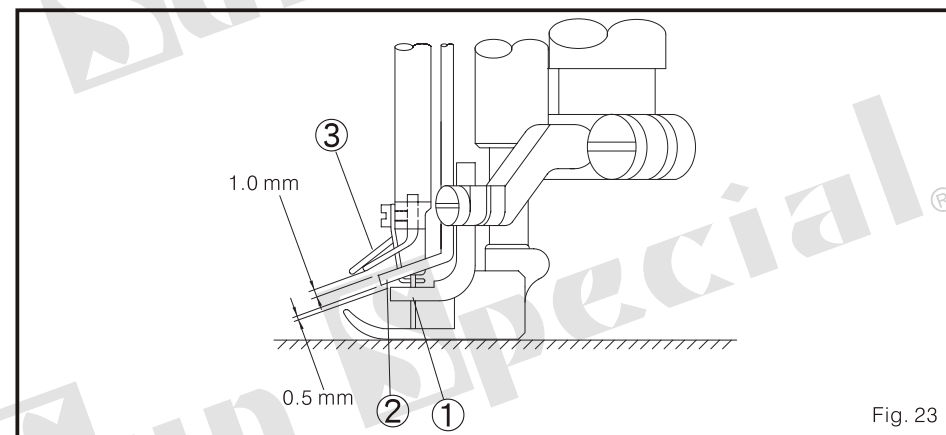

Fig. 23
1. Quando a barra agulha se mova para o ponto mais inferior. O encaixe para fio da guia do distribuidor 2 este justo debaixo do buraco do guia do fio 3. Também, o espaço do o guia do distribuidor 2 para o distribuidor 1 é de 0.5 mm. (Fig.. 23)